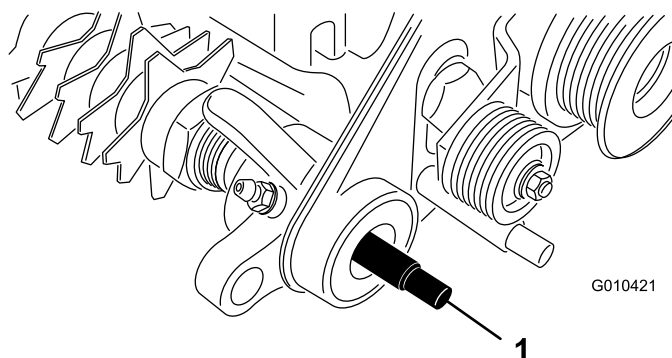

Figure 7
1. Appliquez de la graisse sur le joint du support de roulement de l'entraînement et au bout de l'arbre du groomer (Figure 7).
2. Glissez une extrémité de l'arbre du groomer dans le support de roulement de l'entraînement (Figure 7).